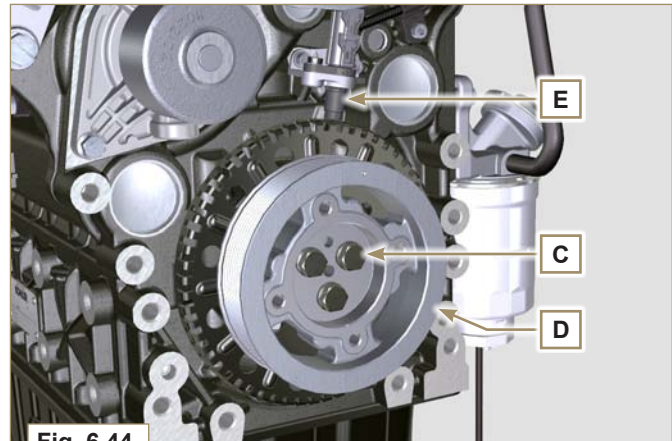

Fig. 6.44
- Bei der Ausführung des unter **Punkt 5, 6, 7** beschriebenen Arbeitsganges Achtsamkeit anwenden, damit der Drehzahlsensor **E** keine Stöße erleidet (**Fig. 6.44**).